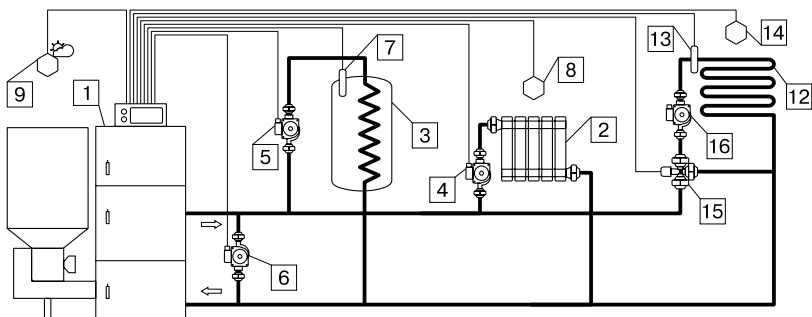
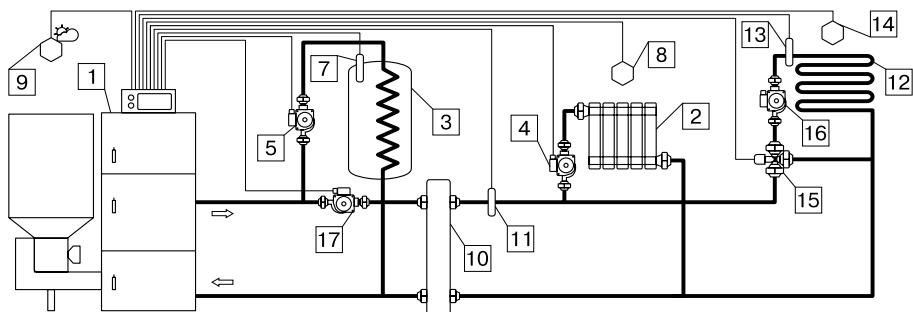

Рис.11 Упрощенная схема подключения котла с узлом рециркуляции
Рис.12 Упрощенная схема подключения котла с гидроразделителем
7.4.1. Упрощенные варианты схем монтажа котла с закрытой системой отопления представлены на Рис.11; Рис.12. Представленные схемы не заменяют проектного чертежа закрытой системы отопления и предназначены только для просмотра!
7.4.5. Во избежание конденсации продуктов сгорания в котле и повышения долговечности котла и дымохода, отопительный котел должен быть оборудован контуром рециркуляции или смесительным устройством, поддерживающим температуру теплоносителя на входе в котел выше 65°C, (см. Рис.11, 12). Для монтажа системы рециркуляции на задней стенке котла предусмотрены патрубки (Рис.2 поз.21 и 22).